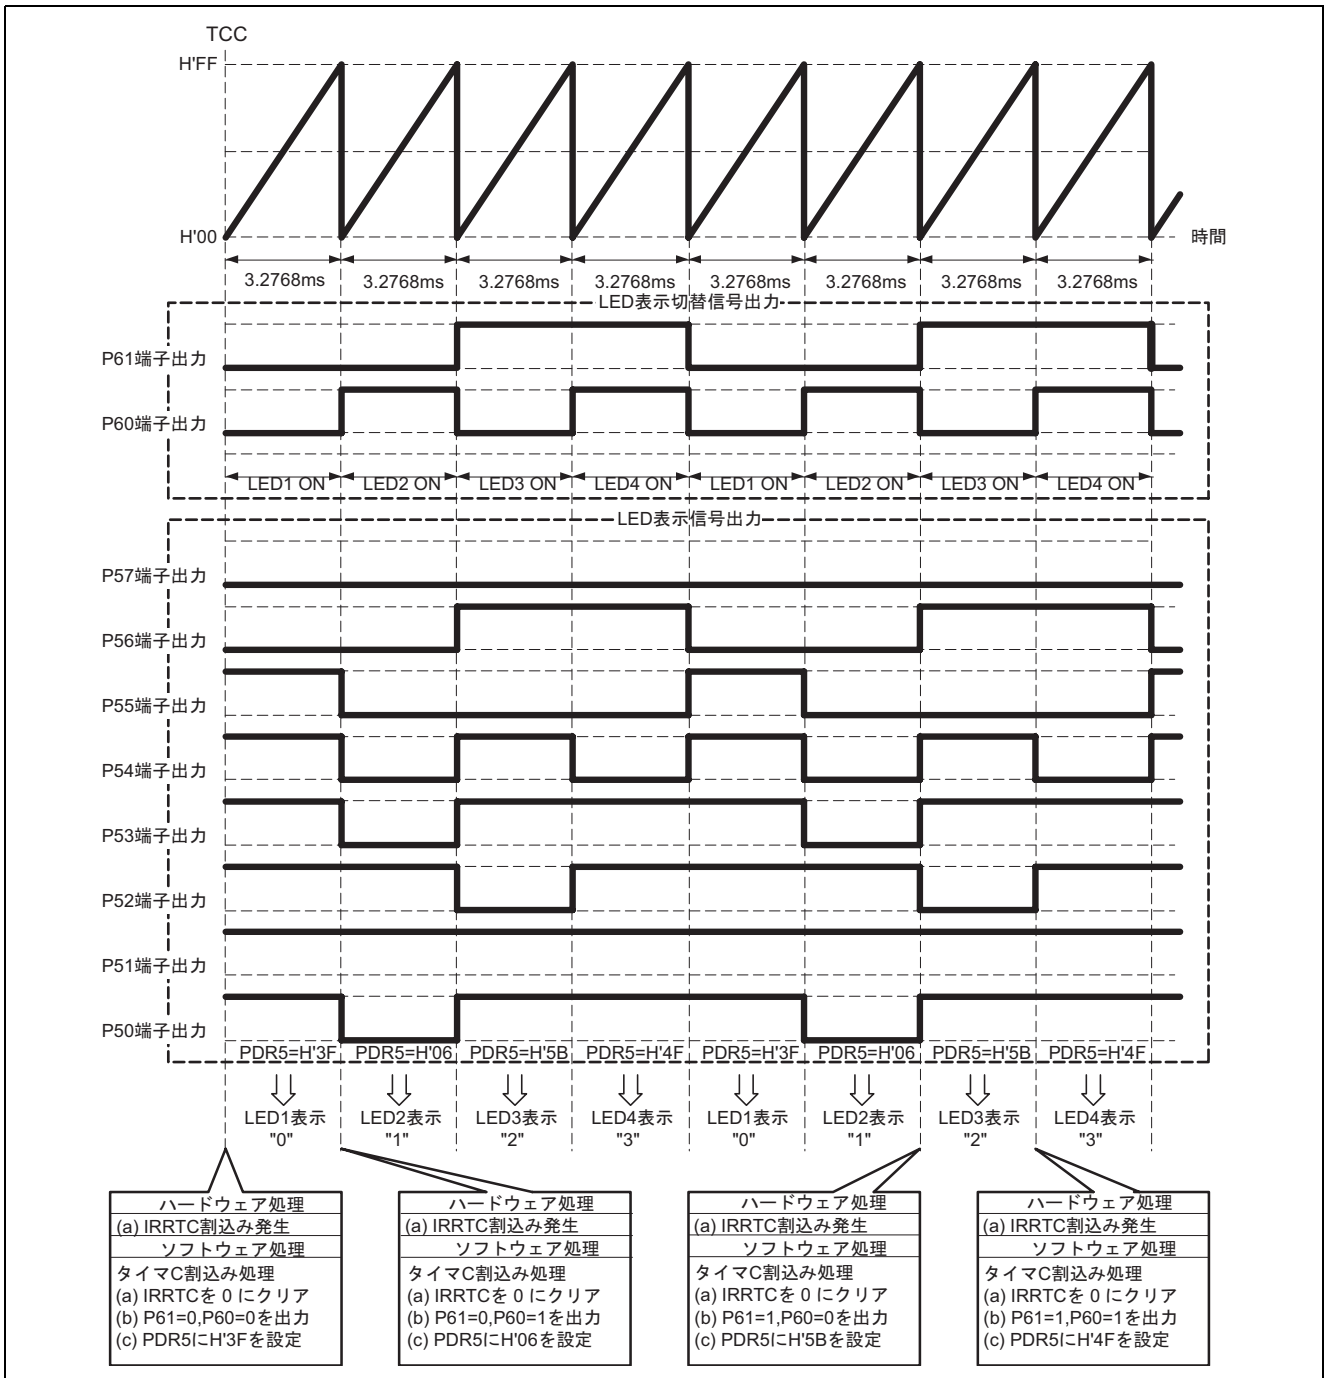

図 7 7セグメント LED 表示制御の動作原理
(2) 7セグメント LED の表示制御の動作原理について説明します。図 7 は LED4 ~ LED1 に “3210” を表示する場合の動作原理について説明しています。図 7 に示すようにタイマ C オーバフロー周期ごとに LED1 ~ LED4 を順番に表示させることにより 7セグメント LED のダイナミック表示を行っています。